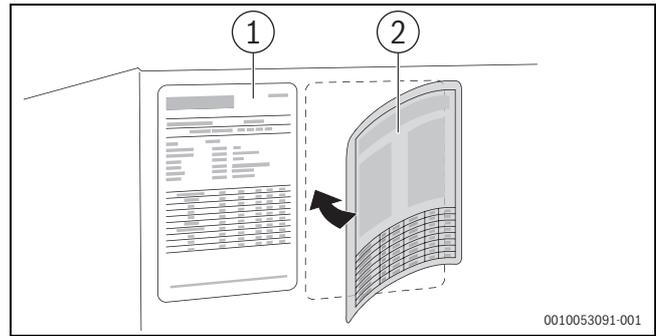

Bild 30 Typschild aktualisieren bei Umstellung auf **LowNOx-Variante**
- ▶ Mitgeliefertes Typschild **neben** das vorhandene kleben (→Bild 30, [2]).